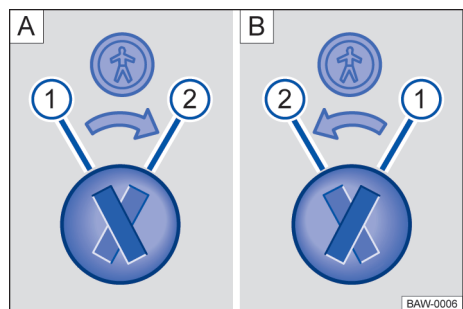

Fig. 47 Cierre de seguridad para niños: **A** puerta trasera izquierda, **B** puerta trasera derecha.
Leyenda para → fig. 47:
- Introducir el paletón de la llave en la ranura del seguro para niños para activarlo o desactivarlo → fig. 47.